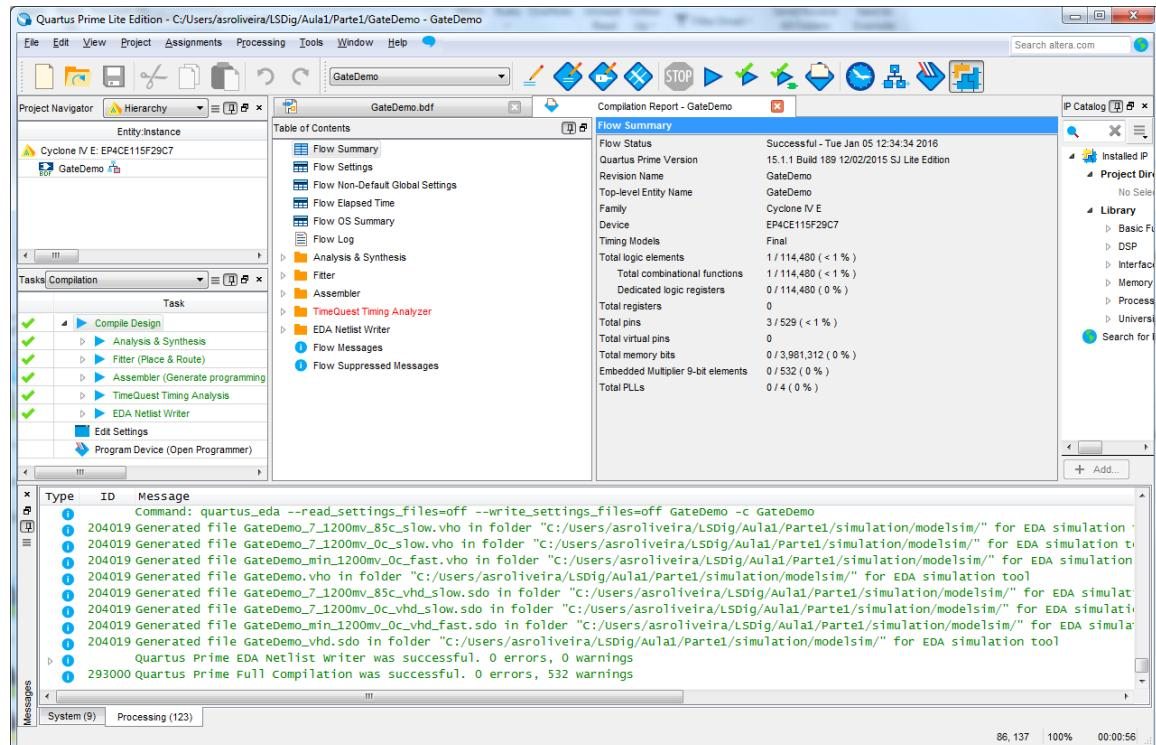

Figura 24 – “Quartus Prime” IDE após compilação (implementação) completa do projeto.
**16.** Efetue a síntese e implementação do projeto através do comando “*Compile Design*”. No final da compilação o IDE deve apresentar o aspeto da Figura 24.